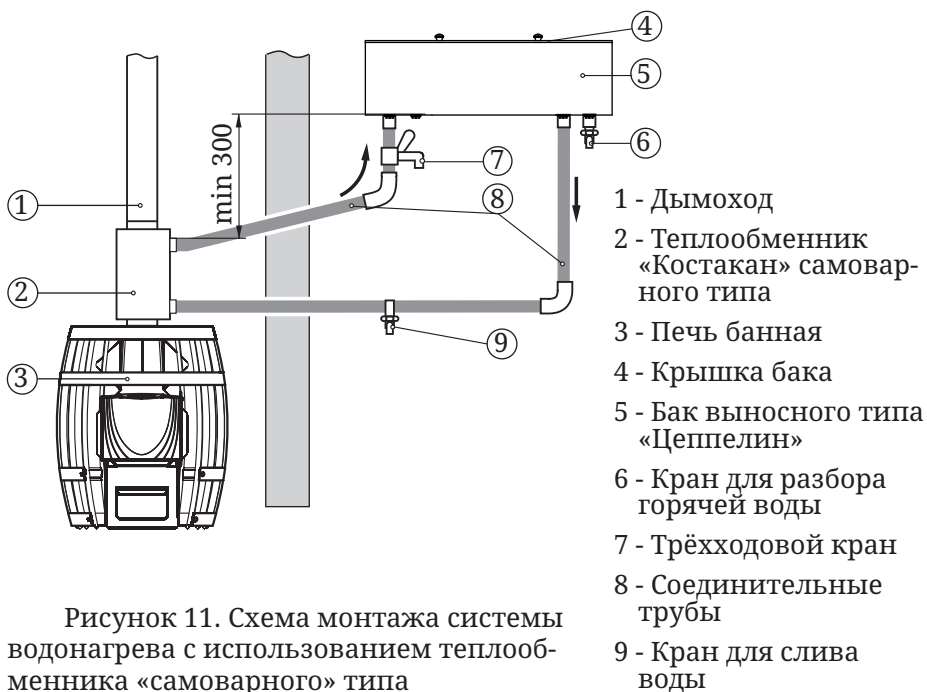

Рисунок 11. Схема монтажа системы водонагрева с использованием теплообменника «самоварного» типа
При необходимости получения горячей воды за более короткий срок, допускается производить разбор воды до ее попадания в бак. Для этого необходимо присоединить трехходовой кран типа «Т» (7) к трубе горячей линии, между верхним штуцером теплообменника и выносным баком в удобном для вас месте (рисунок 11).